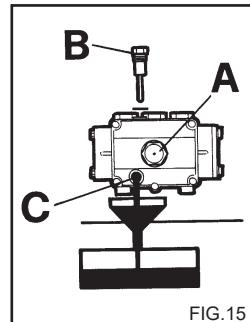

FIG.15
- 1)Skru opp drenesskruen på undersiden av pumpen (fig. 15 C).
- 2)Bruk peilepinnen til å skru av dekslet (fig. 15).